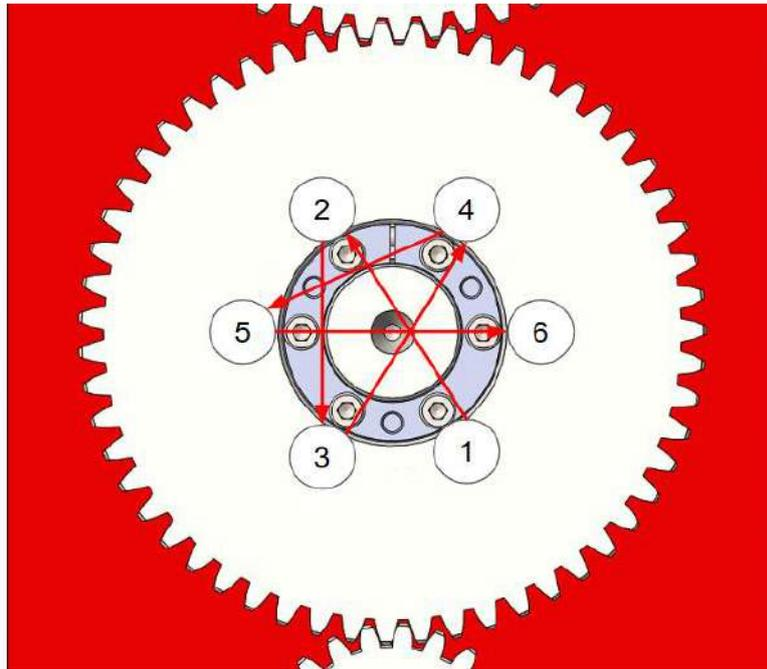

Рисунок 27. Затягування конусної муфти
3. Встановіть зажимну муфту і зубчасте колесо на вал і встановіть леза точно один проти одного, виставивши частини муфти так, щоб їх технологічні пази були максимально віддалені один від одного. Використовуючи динамометричний ключ, затягніть болти конусної муфти. Гвинти повинні затягуватися послідовно, згідно схеми (Рис. 27) поступово збільшуючи момент затягування до 60 Nm.